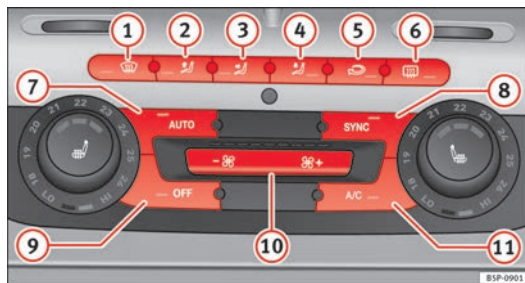

Fig. 128 Mandos del 2C-Climatronic en el tablero de instrumentos.
- Gire las rulinas de regulación de temperatura ⇒ fig. 128 para ajustar la temperatura del lado izquierdo y derecho, respectivamente.
- Pulse la tecla **AUTO** ⇒ fig. 128. Aparece “AUTO High” en el display de la radio (velocidad de turbina alta).
- Pulse de nuevo la tecla **AUTO** ⇒ fig. 128. Aparece “AUTO Low” en el display de la radio (velocidad de turbina baja).